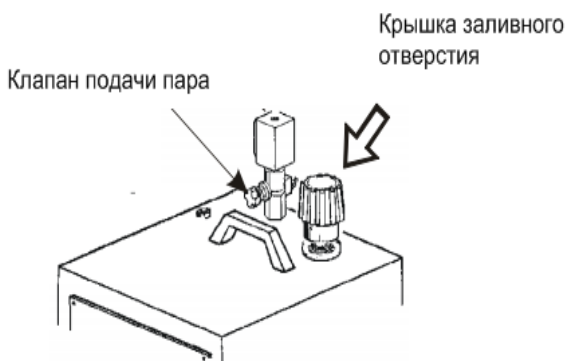

рис. 3
4. Дождитесь, пока не погаснет лампочка на бойлере. Возьмите утюг и нажмите на клавишу подачи пара 3-4 раза, пока не начнется подача пара. Вы можете отрегулировать подачу пара с помощью регулировочного клапана (рис. 3).
избежать этого, нужно выставить регулятор подачи пара на минимум (рис. 3).